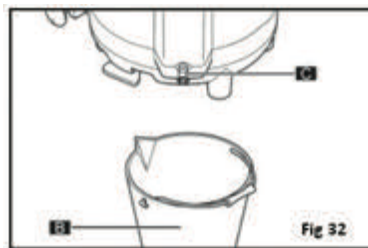

Fig 32
- Mettez un récipient (B) d'une contenance de plus de 3 litres sous le couvercle du purgeur (C).
- Servez-vous d'une pièce de monnaie ou d'une clé Allen pour dévisser ce couvercle (C).
- Tirez fermement sur le couvercle (C) et attendez que toute l'eau se vide du réservoir à eau chaude (Fig. 32).